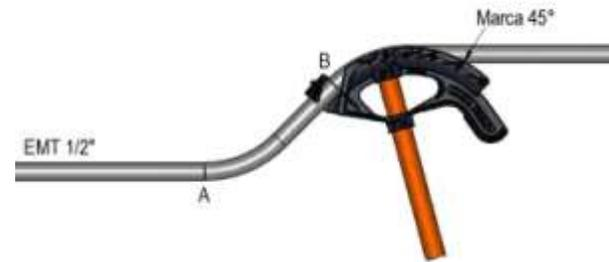

Figura 86. Doble a 45° en la segunda marca
- Como se puede apreciar a diferencia de la primera curva la segunda se realiza al aire, para ello asegúrese de que la empuñadura del mango esté bien afianzada al piso y esté reforzada por el pie de forma de evitar que deslice. Estando equilibrado, aplique fuerza sobre el tubo cerca del doblador y su cuerpo este controlando el tubo mientras lo dobla alrededor de la horma del doblador hasta alcanzar la marca de 45° tal como se ve en la figura 86.